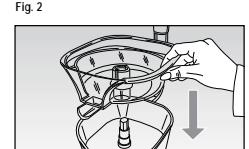

Fig. 3
- Introduire le convoyer (D) de façon à ce que son trou central s'encadre sur l'axe (G) et que le bec (E) s'introduise dans le logement situé sur le corps de l'appareil (Fig. 3).
- Den Förderer (D) so einsetzen, dass die entsprechende mittige Öffnung auf den Drehschliff (G) greift und die Auslaufstille (E) in die entsprechende Aufnahme des Geräts eingesetzt (Abb. 3).